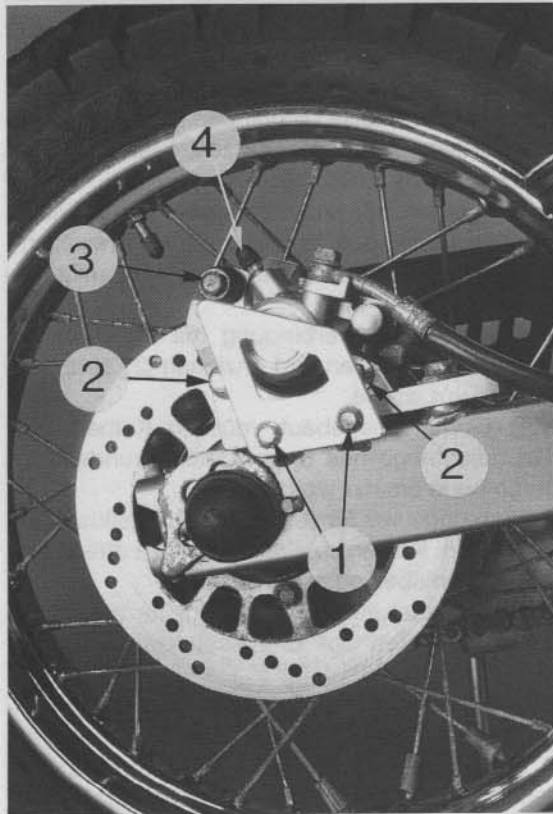

Bild 200
- Bremssattel-Schutzblech von Schwinge und Bremssattel von Bremssattelhalterung abnehmen (Bild 200). Hinterrad anheben und Achse ausziehen. Kette abheben. Auf Distanzhülse jeder Seite achten!